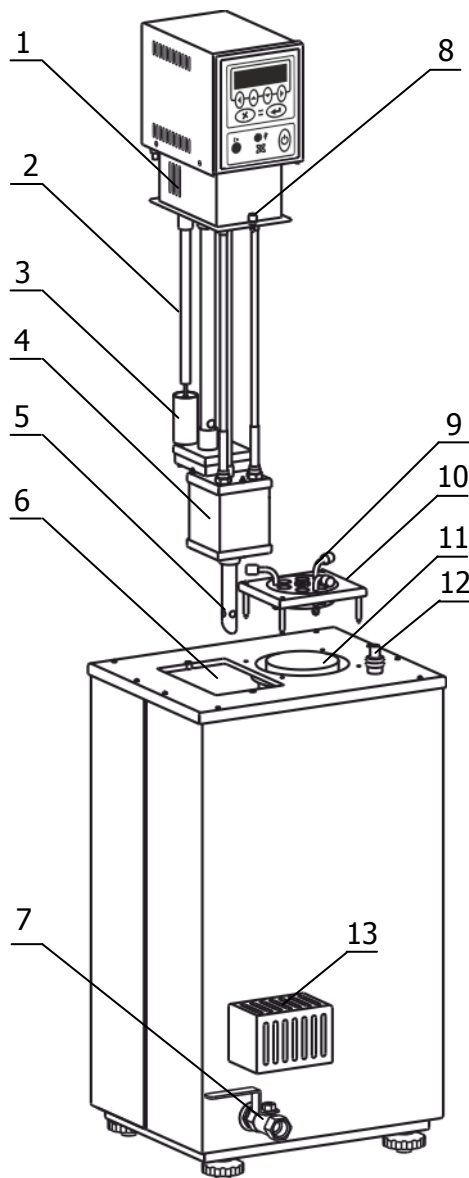

Рисунок 3 — Установка блока регулирования
2.2.4 Вставить трубку 5 в выходной патрубок резервуара 4 косым срезом до упора (если она не была установлена заводом-изготовителем) и зафиксировать ее винтом (рисунок 3). Блок регулирования 1 погрузить в основную ванну 6 так, чтобы трубка 5 попала в муфту на дне основной ванны, зафиксировать блок винтовыми фиксаторами 8 на крышке термостата (рисунок 3).
2.2.6 Заполнить ванны термостата теплоносителем, заливая его в рабочую ванну 11 (рисунок 3). Перелив холодного теплоносителя из рабочей ванны в основную и дополнительную ванны займет некоторое время. Итоговый уровень теплоносителя проконтролировать по контрольному щупу 12 — он должен находиться между двумя рисками. Кроме того, уровень теплоносителя в основной ванне должен быть достаточен для подъема поплавка 3 датчика уровня блока регулирования.
2.2.11 Вставить подставку 10 шпильками в отверстия на крышке термостата, на подставку установить корзину 9 для термометров (рисунок 3).
2.4.3 Выключить термостат, снять защитный кожух 13, при помощи резьбового соединения к сливному крану 7 (рисунок 3) прикрепить металлический сливной рукав из комплекта поставки. Свободный конец рукава опустить в емкость для сбора теплоносителя объемом не менее 20 литров.
2.4.4 Соблюдая меры предосторожности открыть 7 (рисунок 3) и дождаться слива теплоносителя в емкость для сбора.
2.4.5 Удалить подставку 10 (рисунок 3) с крышки термостата. Извлечь блок регулирования 1 и рабочую ванну 11 из корпуса термостата. Очистить их, а также основную и дополнительную ванны, от продуктов термической деструкции теплоносителя.